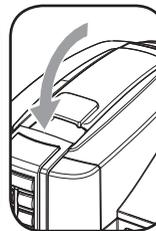

Abb. 3
- 10- Den Hebel nach unten führen, um das Kapselfach zu schließen (**Abb.3**).